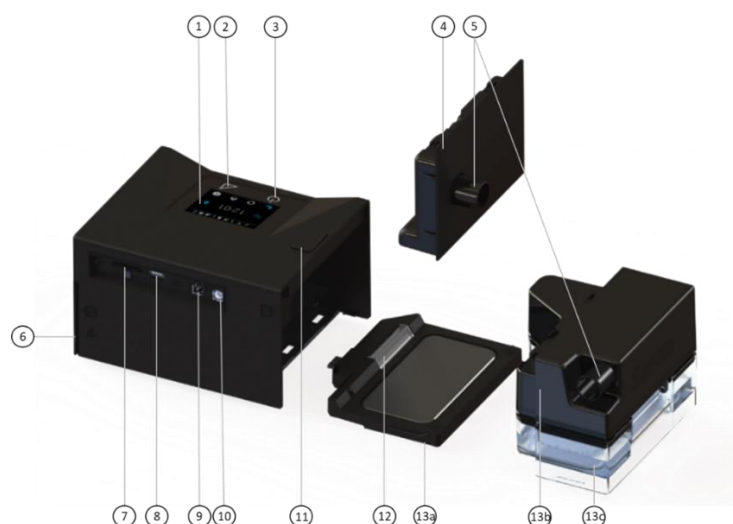

Figura 1 Vistas del dispositivo
Pulse el botón para desbloquear la tapa (marca 11 en la figura 1) y, a continuación, tire de la tapa.
Conecte el extremo del tubo flexible al conector de salida que se encuentra en la tapa lateral o en la tapa del depósito si el humidificador está acoplado (marca 5 en la figura 1).
Si dispone de un tubo calefactor Néa, introduzca el cable de alimentación en la toma correspondiente del aparato (marca 10 de la figura 1).
4. Enchufe el cable de alimentación en la toma de corriente situada en la parte posterior del aparato (marca 9 en la figura 1) y conecte el enchufe de alimentación a la toma de corriente.
Pulse el botón para desbloquear el humidificador (marca 11 en la figura 1) y, a continuación, extráigalo.
- Conecte el cable del encendedor a la entrada de alimentación del aparato (marca 9 en la figura 1) y el otro extremo del cable directamente a la toma del encendedor.
2. Para separar el depósito del aparato, pulse el botón para desbloquear el depósito (marca 11 en la figura 1) y, al mismo tiempo, tire del depósito para separarlo del aparato.